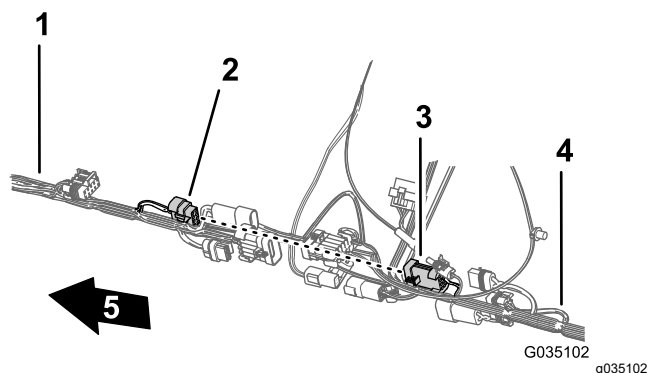

Рисунок 88
3. Вставьте 8-штыревой разъем переднего жгута проводов для промежуточного соединения жгута проводов опрыскивателя в 8-гнездовой разъем заднего жгута проводов для переключателя интенсивности опрыскивания (Рисунок 88).